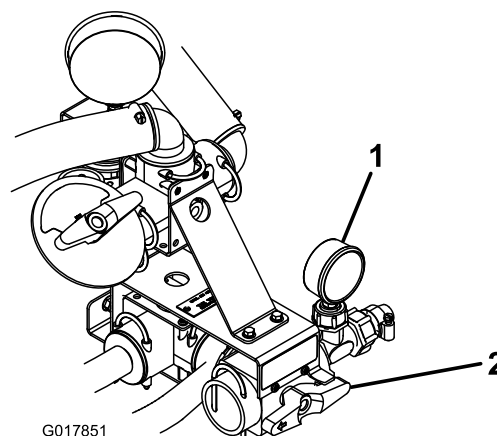

Figura 21
3. Ruotate la manopola rossa sulla parte frontale della valvola di regolazione sulla posizione Sprayer Manuale (Figura 21).
Nota: Utilizzate l'indicatore della pressione a destra della valvola di regolazione mentre ruotate la manopola rossa per raggiungere la quantità desiderata di pressione per lo sprayer manuale (Figura 21).